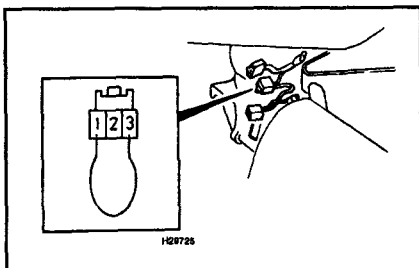

Рис. 15.3. Расположение диагностического разъема на автомобилях Trooper. Для инициализации процедуры самодиагностики закоротите гнезда разъема
разъем (см. рис. 15.3), предназначенный как для подключения считывателя, так и для ручного извлечения кодов.
- 3 На моделях Trooper закоротите перемычкой гнездо 1 и 3 диагностического разъема (см. рис. 15.3).